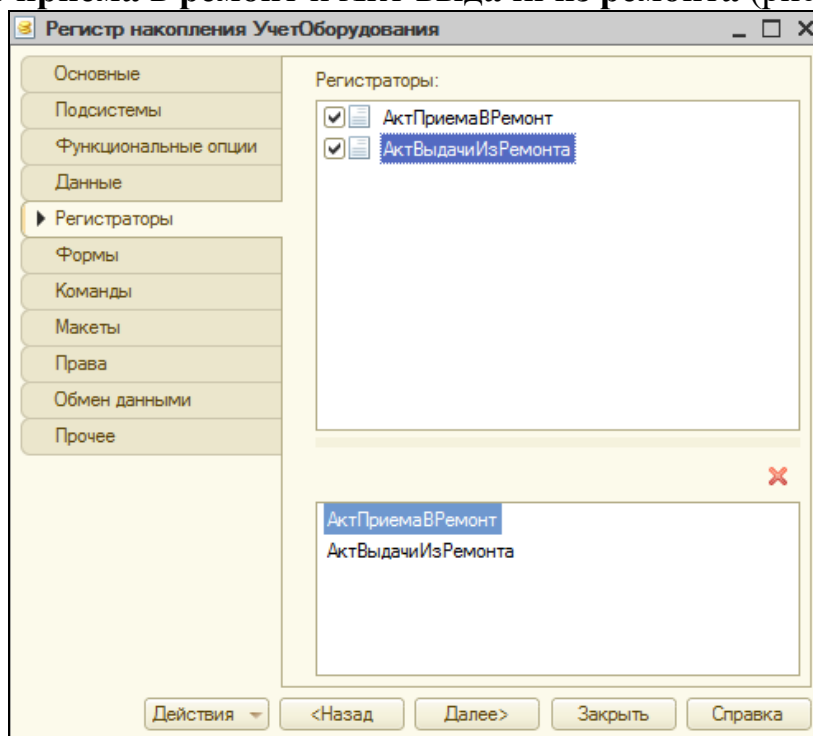

Рис. 21. Регистр накопления Учет оборудования закладка Регистры
3. Далее дважды щелкнем на регистр **Учет оборудования**, на закладке **Регистраторы** укажем, что данные в это регистр будут записывать два документа **Акт приема в ремонт** и **Акт выдачи из ремонта** (рис. 21).